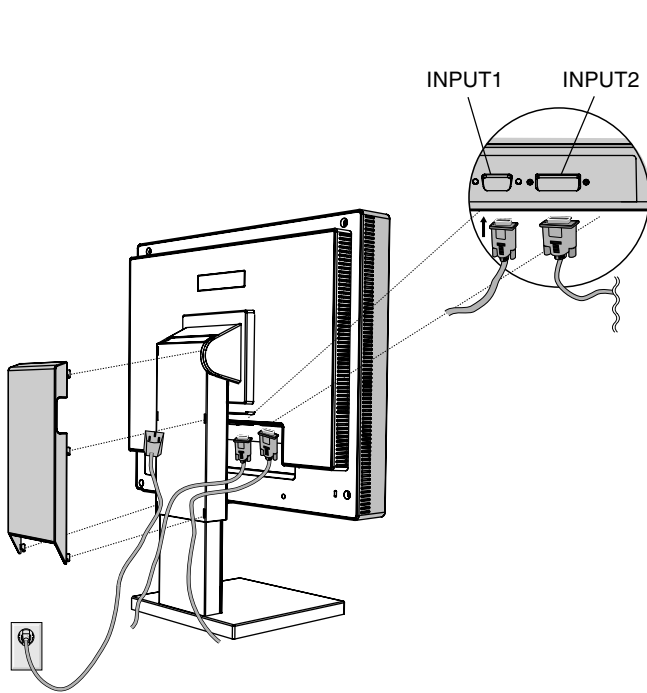

Figure C.1
3. Retirez le cache-câbles. Branchez le mini-connecteur D-SUB à 15 broches du câble vidéo et le câble de signal DVI au connecteur approprié à l'arrière du moniteur (**Figure C.1**).